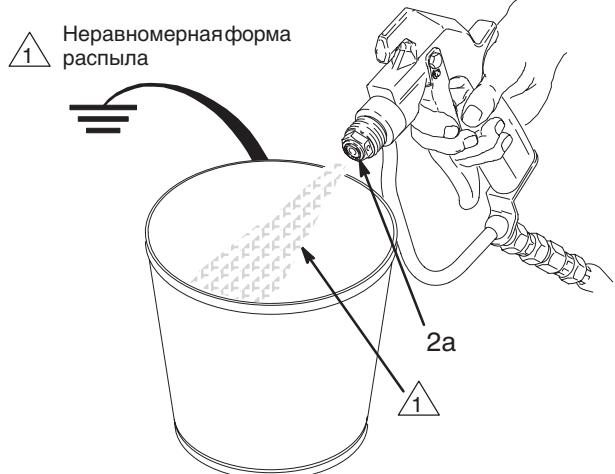

Рис. 5
4. Направьте пистолет-распылитель в заземленную металлическую емкость, плотно прижав его к стенке емкости. Нажмите курок пистолета-распылителя. Если выбрасываемая жидкость **не** разбивается в неравномерный поток, то сразу замените целиком комплект игл. См. Рис. 5.